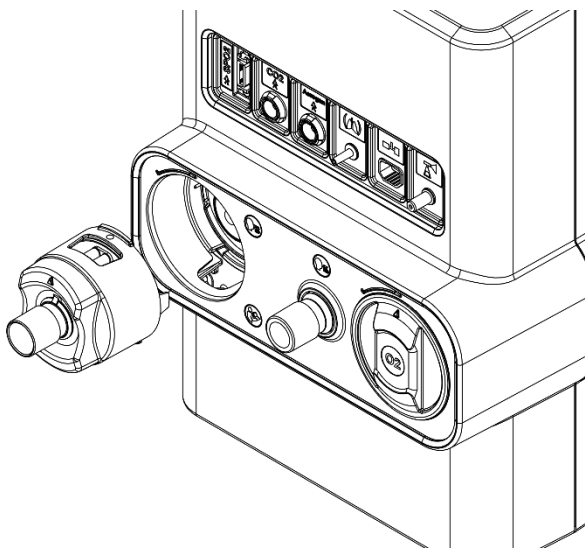

Fig. 3-15 Extracción de conjunto espiratorio.
- Tomar el módulo del cuerpo de la válvula y realizar un cuarto de giro en sentido antihorario hasta que se pueda extraer (Fig. 3-15). Una vez quitado, el diafragma se encontrará fijado en la parte posterior. Retirar manualmente, con precaución de no dañarlo.